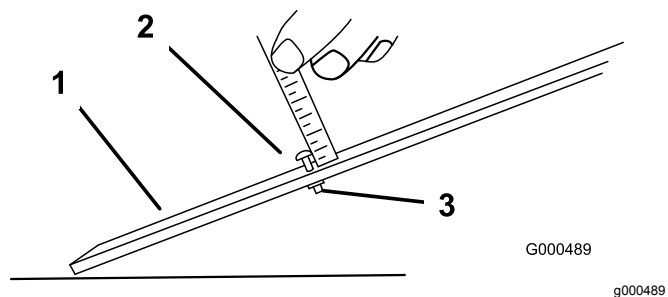

Figura 55
3. Desaperte a porca da barra indicadora (Figura 55) e regule o parafuso de ajuste para a altura de corte desejada. A altura de corte